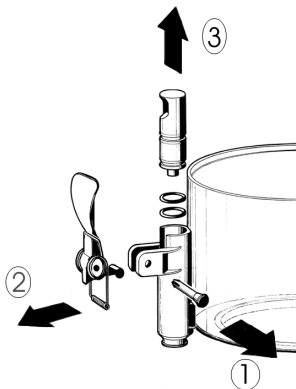

figura 1
- 3 - Desmontar el grifo siguiendo la secuencia indicada (véase figura 1).
- 3 - Volver a montar el grifo en el contenedor siguiendo el orden inverso de las operaciones de desmontaje (véase Figura 1).